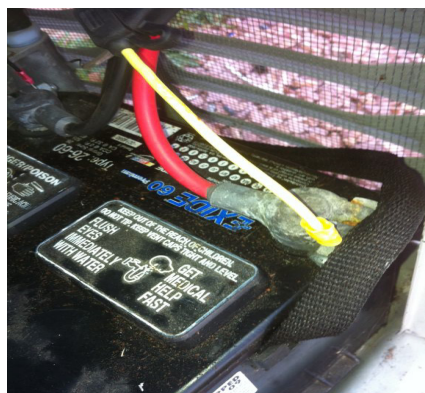

Figura 3-18. Reconexión de los cables de batería
22. Afloje y retire las tuercas de ambos tornillos de los terminales positivo y negativo de los cables de batería. Deslice los cables sobre los tornillos de los terminales y vuelva a colocar las tuercas. Vuelva a conectar el cable rojo (+) de batería y apriételo con seguridad. Luego, instale y apriete el cable negro (-). Vea la Figura 3-18.